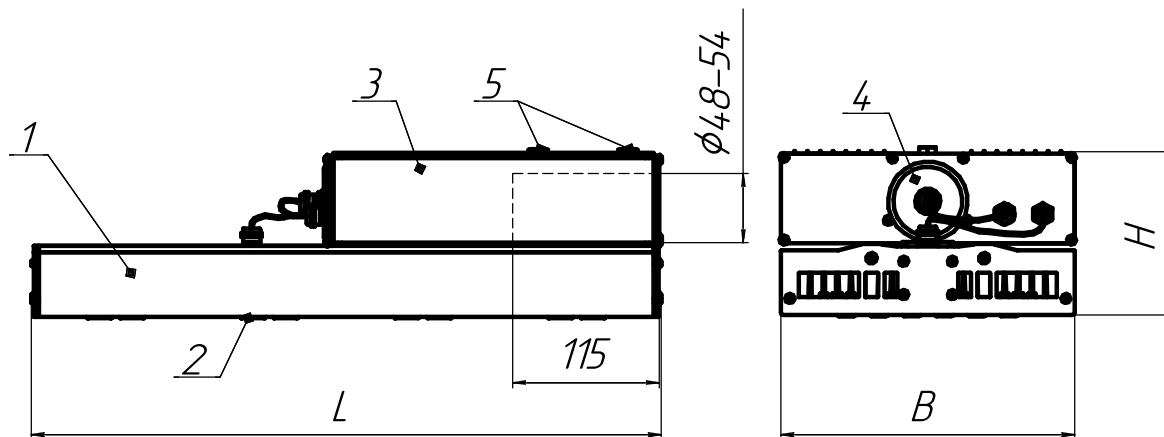

Рисунок 1 - Внешний вид и габариты светильников серии ДКУ15
5.3 Перед установкой светильника необходима извлечь заглушку кронштейна поз. 4 (рис. 1).